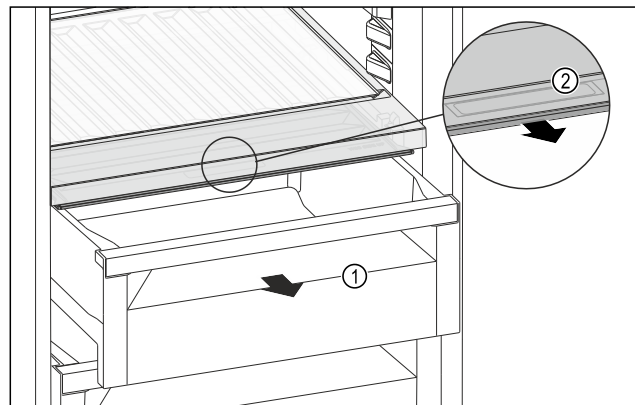

Fig. 240
- ▶ Извлеките выдвижной ящик Fig. 240 (1).
- ▶ Возьмитесь за утопленную ручку Fig. 240 (2) на крышке отделения и одновременно потяните крышку отделения вперед.